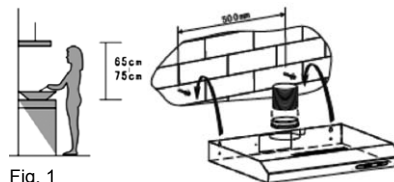

Fig. 1
2. O exaustor deve ser colocado a uma distância de 65 a 75 cm da superfície de cozedura para o melhor efeito (consulte a Fig. 1).